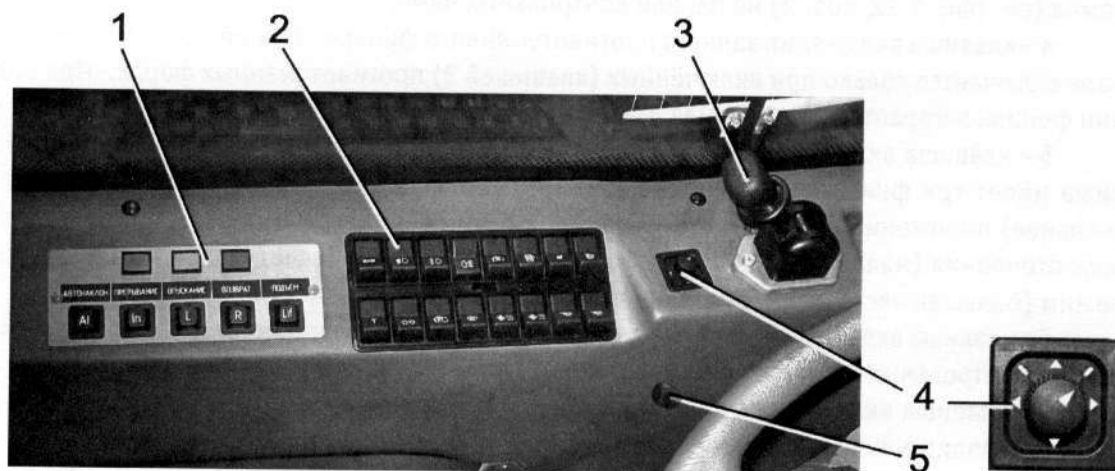

Рис. 1.13. Щиток управления слева от водителя
- 1 - щиток управления слева от водителя (см. рис. 1.13);
22 - сигнальная лампа (красная) НЕИСПРАВНОСТЬ ДВИГАТЕЛЯ. При включении "зажигания" лампа загорается на 2 секунды (контрольная проверка). При постоянном горении или загорании во время движения необходимо убедиться в наличии давления масла (лампа 20, рис. 1.13), отсутствии перегрева двигателя (лампа 22, рис. 1.13), отсутствии посторонних шумов, вибраций и перебоев в работе двигателя. После этого допускается завершение транспортного процесса;